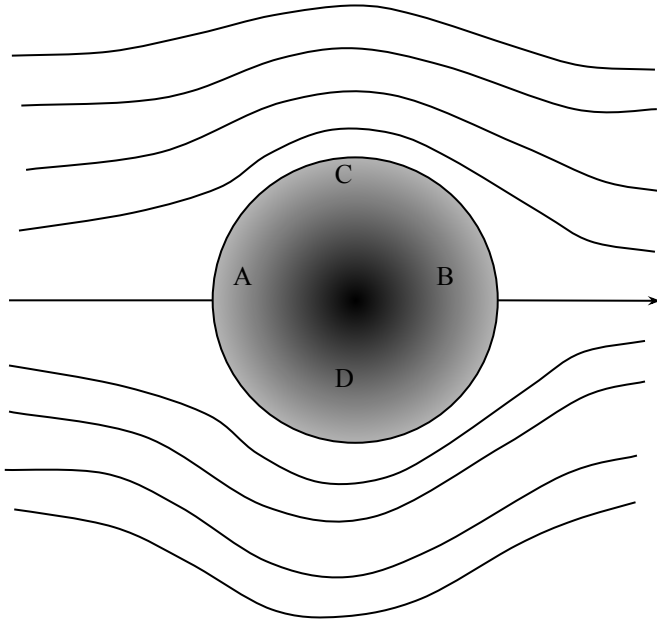
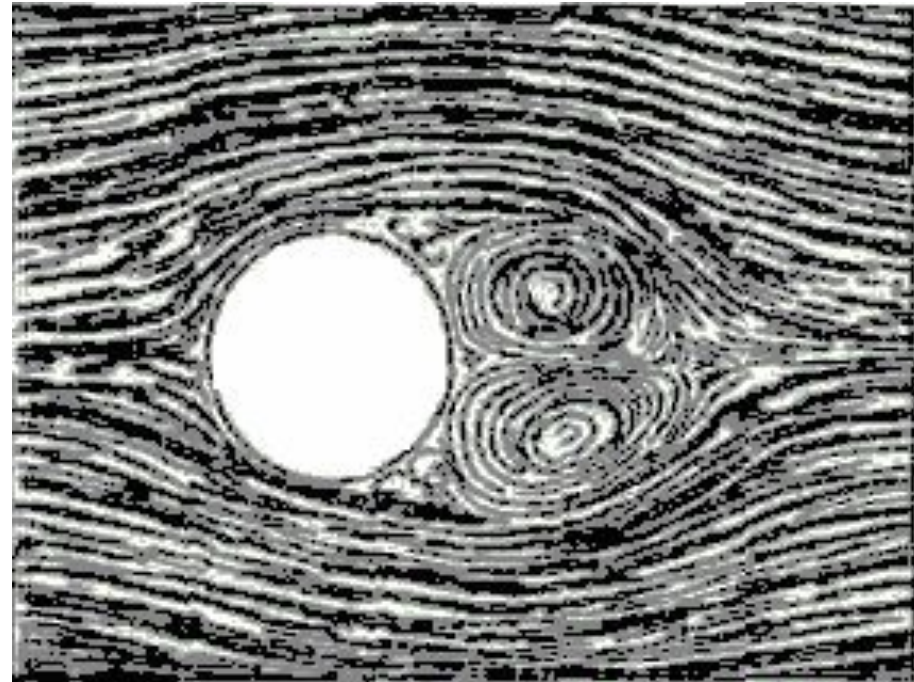

Рис. 56
рис. 57
- Можно доказать, что в *идеальной жидкости* равномерное движение происходит без лобового сопротивления (рис. 56). Иначе обстоит дело при движении тел в вязкой жидкости (особенно при увеличении скорости обтекания) (рис. 57).